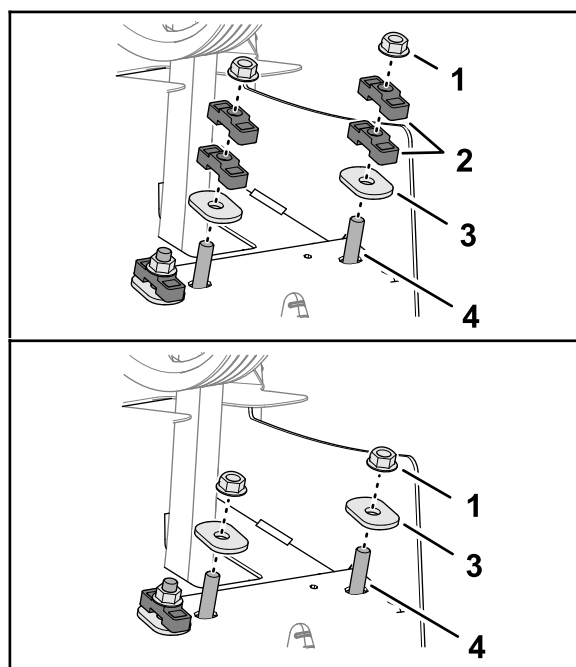

Figura 134
6. Fissate l'albero dell'ammortizzatore e i distanziali al telaio posteriore con le rondelle ovali indurite e i dadi di bloccaggio (Figura 134).